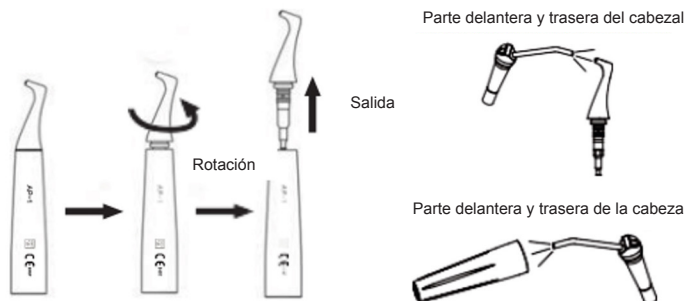

Figura 7 Diagrama esquemático de la limpieza del cabezal
2.4.1.1 Retire el cabezal de la máquina de pulido de aire, suelte la pieza de mano de la máquina y retírela de la máquina (para la subgingival, es necesario retirar la boquilla con antelación), como se muestra en la figura 7.